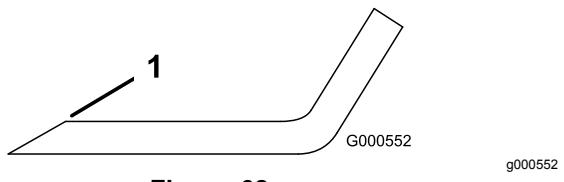

Figure 68
Remarque: Si la lame est déséquilibrée, limez un peu l'extrémité de l'ailette seulement (Figure 68).
1. Au moyen d'une lime, aiguissez les tranchants aux deux extrémités de la lame (Figure 68).